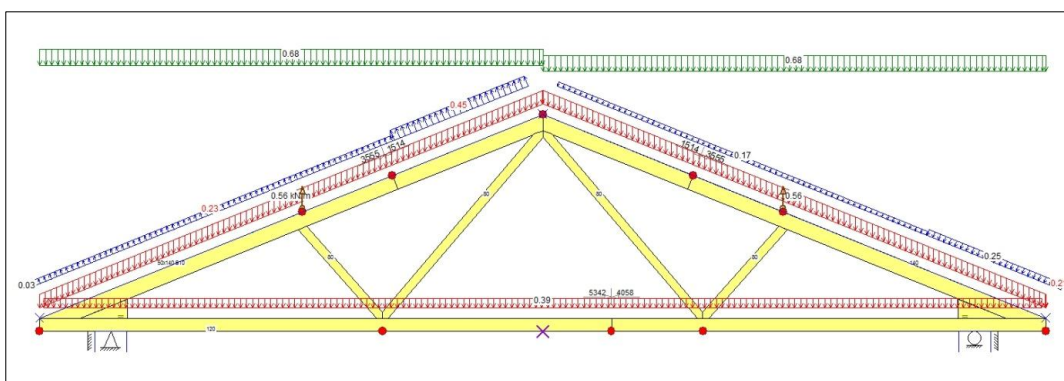

Abb. 2.12
In Abb. 2.12 ist die gewählte Lastkombination dargestellt. Sobald Lastkombinationen/Lastfälle abgebildet werden, werden die Maßlinien ausgeblendet. Es ist nicht möglich, dass in der grafischen Lastdarstellung Maßlinien angezeigt werden.
- **violett** = Verkehrslast (in Abb. 2.12 nicht aufgezeigt)